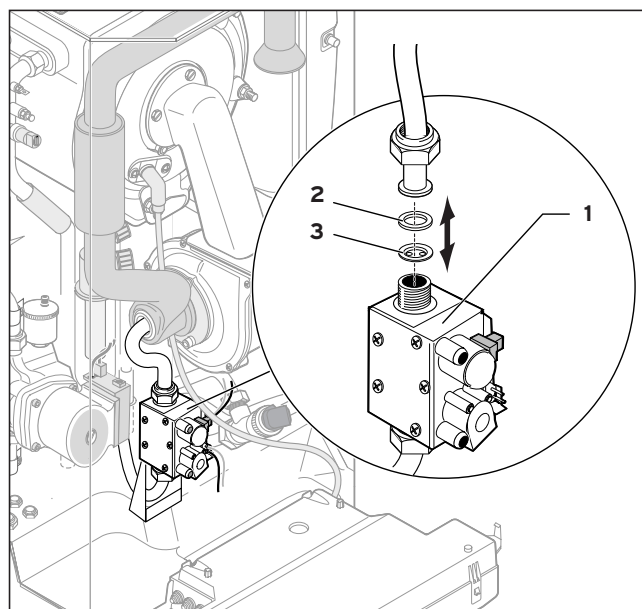

Fig. 8.5 Armatura del gas
- Rimuovere il diaframma (3, fig. 8.5).